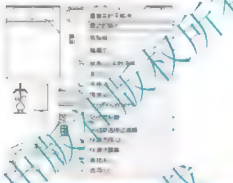

图 1.18 通过快捷菜单来启动最近使用过的命令
(4) 重复启动最近使用过的命令的方法。
① 在绘图区内右击，通过快捷菜单来启动最近使用过的命令，如图 1.18 所示。